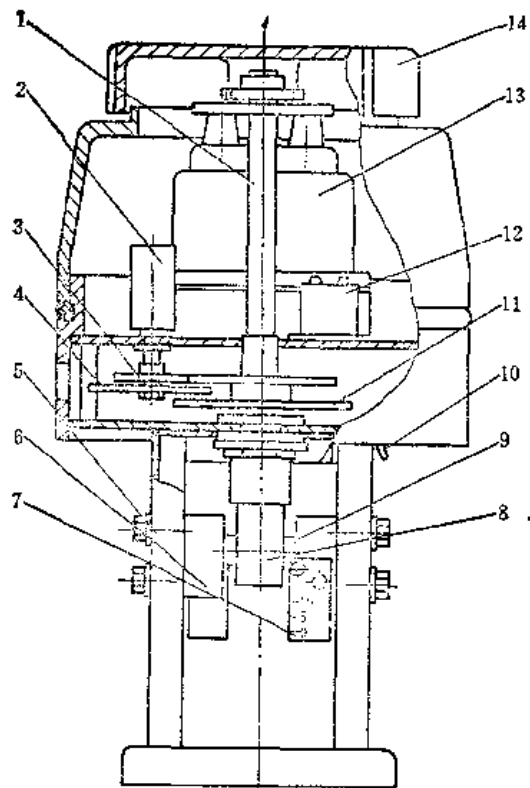
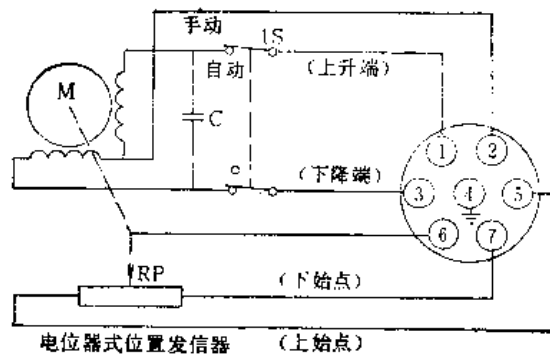

图6-2-4 电动执行器
图6-2-5 执行器内部接线图
c. 电动执行器 (图6-2-4) 与伺服放大器配合使用, 先将仪表上的“自动”与“手动”开关旋到“手动”位置, 依次按动“开”与“关”按钮, 观察手轮的转动方向, 是否与动作指令相符, 如不符, 可将插头的“1”与“3”二线对调即可, 见图6-2-5。